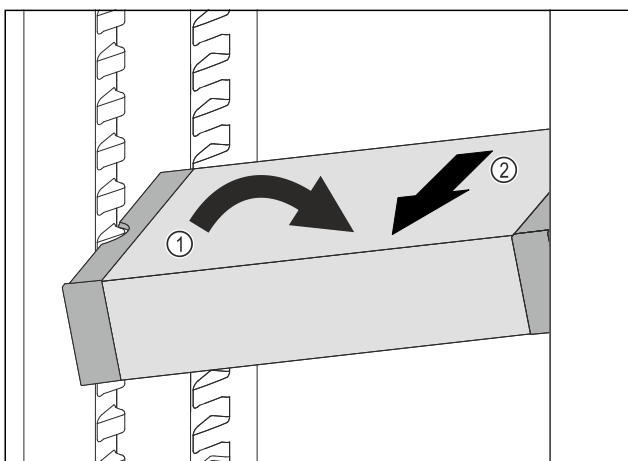

Fig. 129
- VarioSafe im Kühlteil schräg stellen. Fig. 129 (1)
- VarioSafe nach vorne entnehmen. Fig. 129 (2)